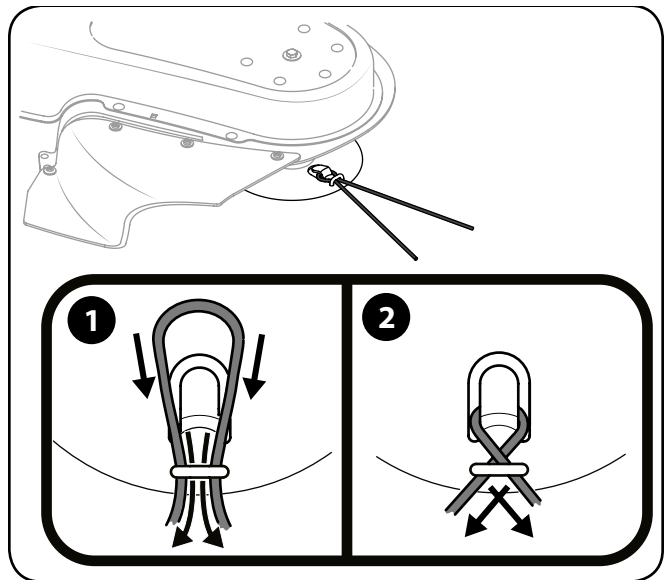

Рис. 5-2
4. Скрестите концы струны и потяните, закрепив их в требуемой позиции. См. рис. 5-2.